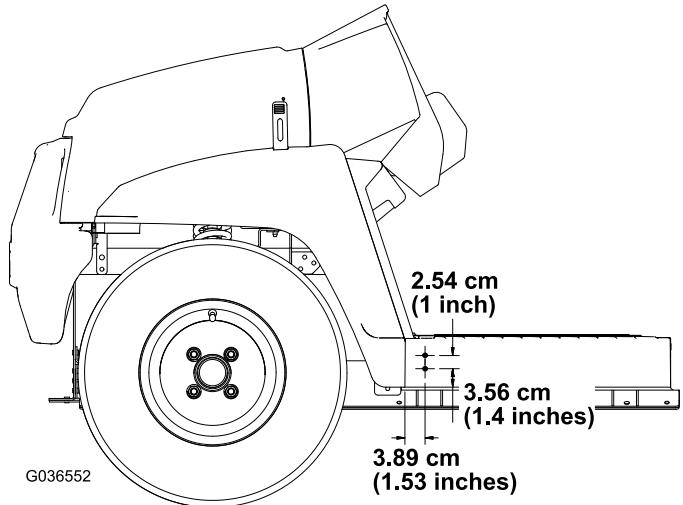

Figure 3
2. En vous aidant des dimensions indiquées à la Figure 3, percez 2 trous ($5/16$ ") à l'extérieur